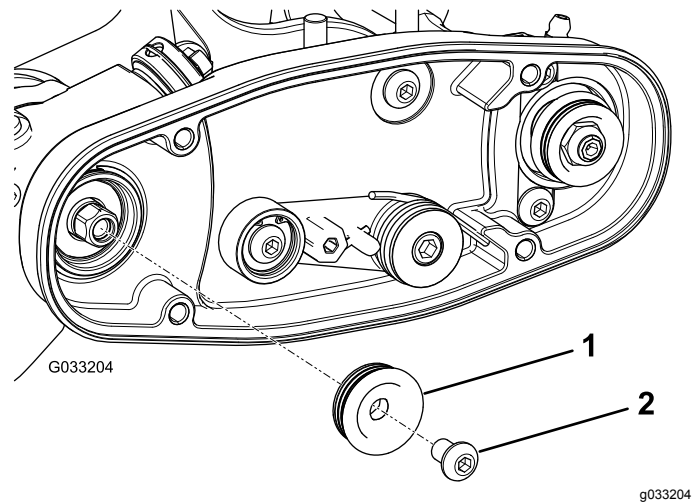

Figura 12
2. Instale la polea motriz en el eje del groomer (Figura 12).
3. Aplique Loctite 242 (azul) al perno de cabeza allen y utilice el perno para sujetar la polea al árbol de transmisión; consulte Figura 12.